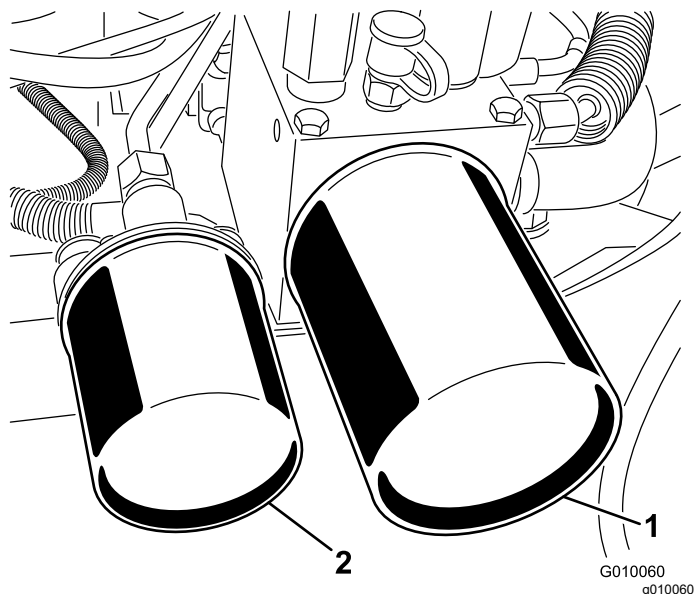

Figura 64
2. Collocate una bacinella di spurgo sotto i filtri, togliete i filtri usati e pulite la guarnizione di riduzione del filtro (Figura 64).